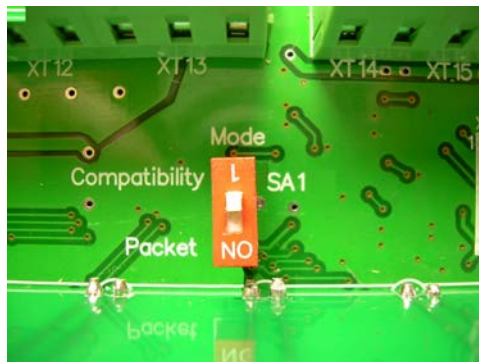

Рисунок 5.1 – Переключатель «Mode»
5.3 Для использования MP1 в качестве модуля, увеличивающего количество выходных устройств MBY8, необходимо установить переключатель «Mode» внутри корпуса на нижней плате в режим «**Compatibility**» (см. рисунок 5.1), а далее подключить его в соответствии с п.п. 4.4 – 4.5.